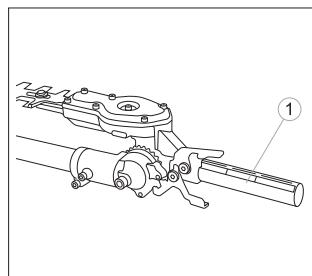

fig. 24
1. Nehmen Sie mit Ihrer rechten Hand den Griff direkt hinter dem Schutzgriff. Greifen Sie mit Ihrer linken Hand den Einstellhebel an der Schneideeinheit (Abb. 24).